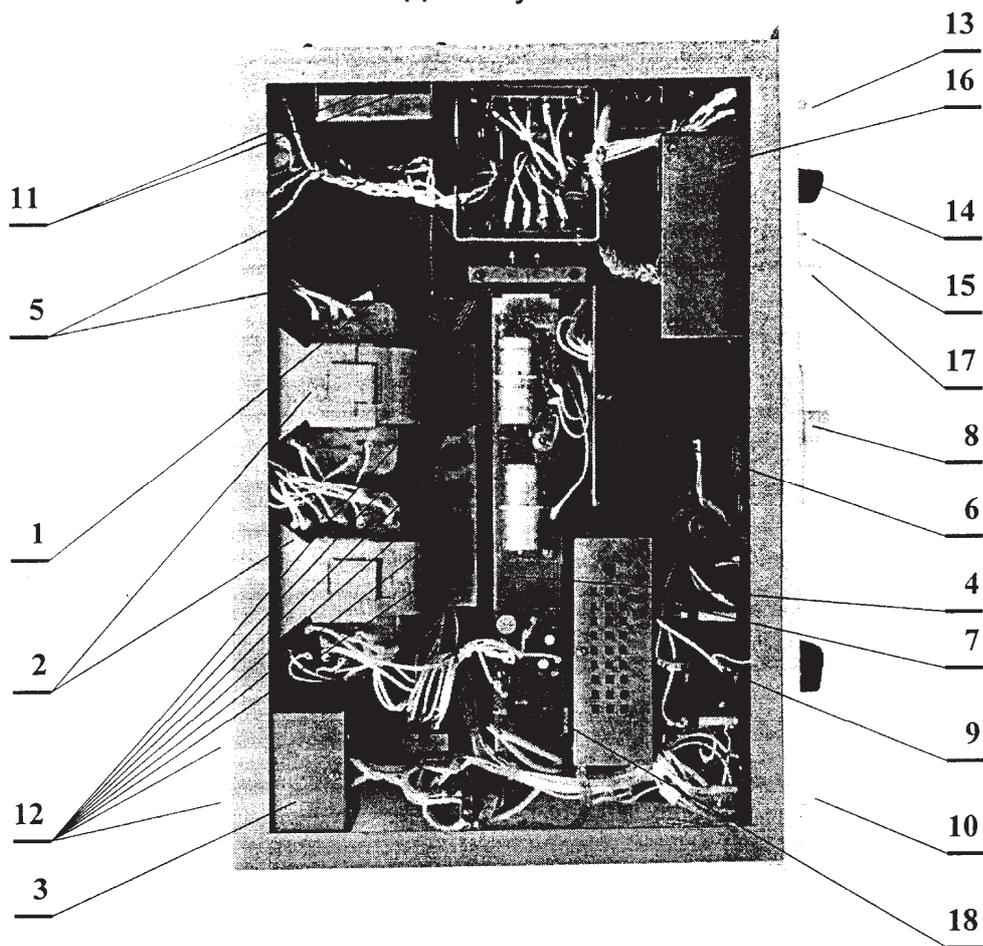

Рис.3
6.1.11. На шасси снизу (рис.3) расположены: фильтр нижних частот 4: элементы питания и управления аппарата: процедурные часы 8, блок питания анодов 6, плата питания экранной сетки 1, блок стабилизатора напряжения накала 5, блок автоподстройки 7, переключатель «МОЩНОСТЬ» 9, тумблер «СЕТЬ» 10, вывод сети с сетевым шнуром 3, снабженный вилок с заземляющим контактом и вставками плавкими 12, контрольные гнезда 11, силовой трансформатор Т1 и высоковольтный трансформатор Т2.